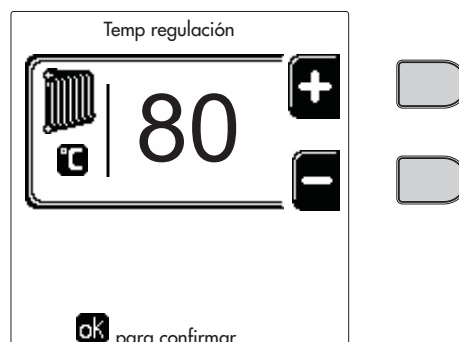

fig. 13
- **ON**. Ante una demanda de calefacción/ACS, la caldera funciona a la temperatura de regulación de la calefacción/ACS (fig. 13/fig. 15) programada.
- Ante una demanda de calefacción/ACS, la caldera funciona a la temperatura de regulación reducida. La temperatura reducida se obtiene restando la temperatura de regulación de la reducción (fig. 14/fig. 16) a la temperatura de regulación de la calefacción/ACS (fig. 13/fig. 15) programada.